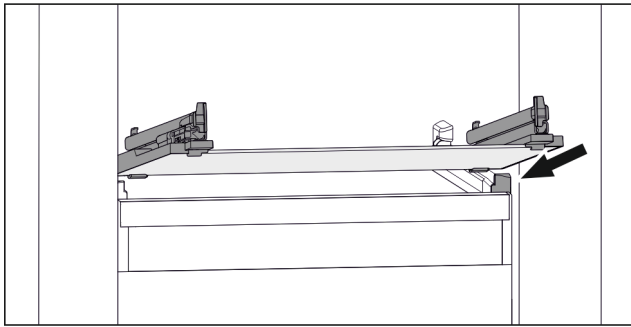

Fig. 89 Rappresentazione esemplificativa del ripiano in vetro
- ▶ Applicare il ripiano in vetro obliquamente dietro i fermi. (vedere Fig. 89)